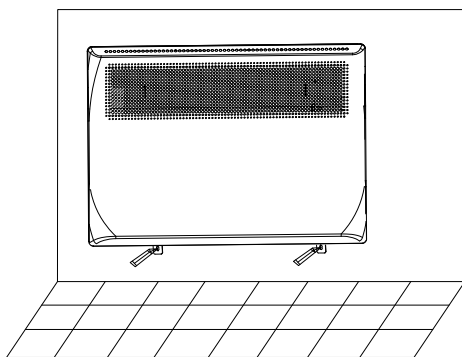

Рис. 7
7. Разместите конвектор на кронштейнах (см. Пункт 1). Поставьте разметку на стене через отверстия крепежей из пункта 6. Просверлите отверстия (диаметр сверла 6 мм.), вставьте дюбели (не входят в комплект поставки (рис. 7).